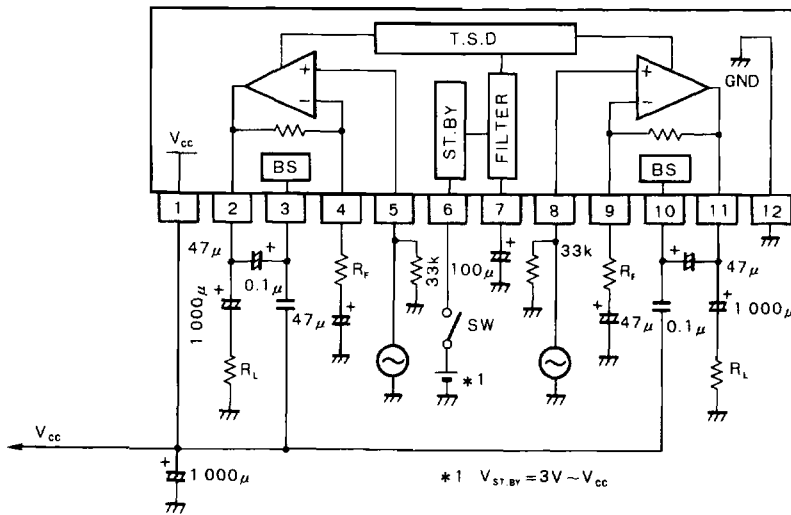

Fig.15
(10) 各pin 直流電位の標準値 (VCC=12V, Ta=25°C, 測定回路: Fig. 15)